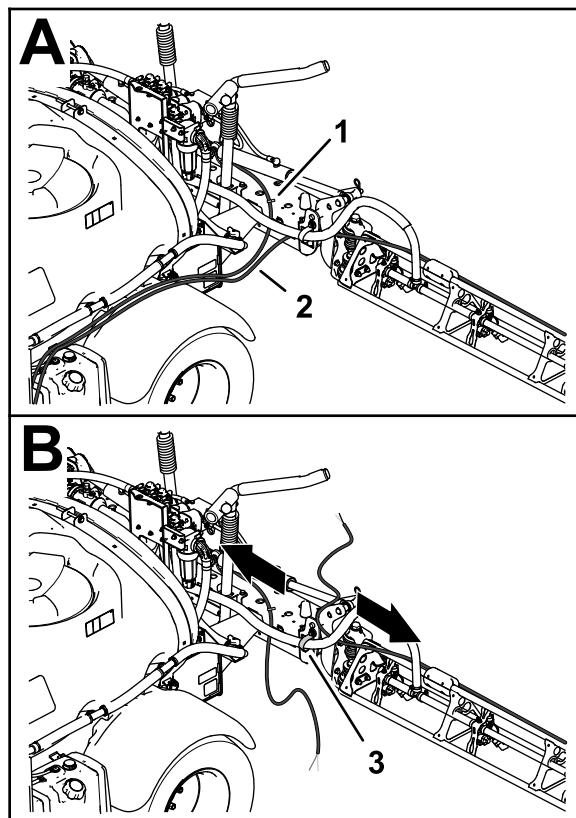

Figura 17
2. Mova os tubos para os bicos da espuma nas secções de pulverização esquerda e direita para trás e através do grampo em R perto do ponto de articulação para a secção de pulverização (Figura 17).